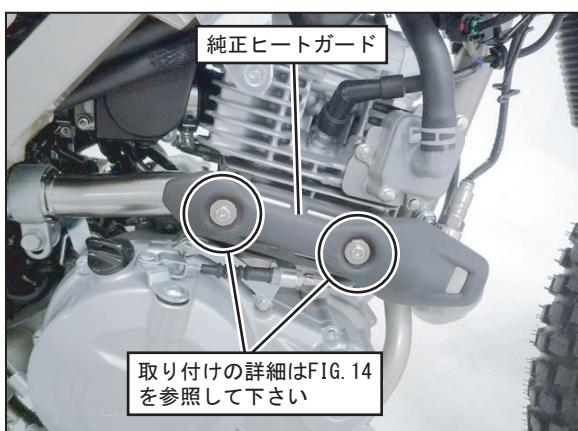

FIG. 13
- 1 5. 手順4で取り外した純正ヒートガードを①エキゾーストパイプに純正ボルト、純正ワッシャ、純正スペーサー、純正カラーを使用して取り付け、規定トルクで締め付けて下さい。（FIG. 13, 14 参照）